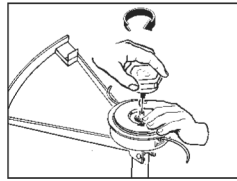

Fig. 8G
10. Halten Sie die Federspannung durch konstanten Druck der Spule im Gehäuse und befestigen Sie die Schraube im Uhrzeigersinn. Ziehen Sie die Schraube nur handfest an (Fig. 8G).